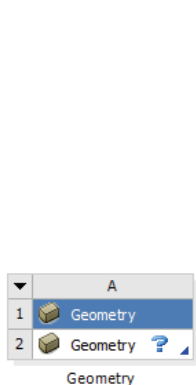
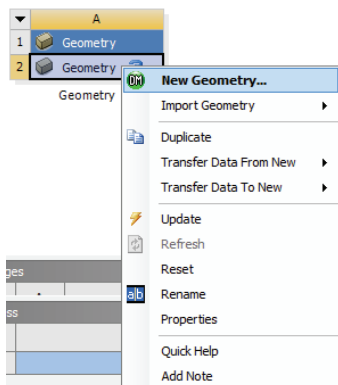
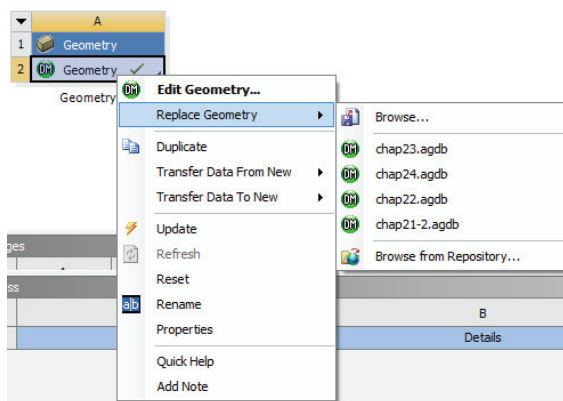

图 3-14 添加单独的 DM 系统
图 3-15 DM 快捷菜单
图 3-19 DM 快捷菜单 (导入 CAD 模型后)
通过双击系统工具箱中的 Geometry 可以向项目工程图中添加一个单独的 DM 系统，如图 3-14 所示。在第二行 Geometry 项上右击鼠标，可以打开一个快捷菜单，如图 3-15 所示。通过该快捷菜单，可以实现 DM 在项目工程图的一般操作。
在项目工程图中打开的快捷菜单如图 3-15 所示。下面简单介绍各个菜单项。
- **Edit Geometry in Design Modeler:** 该选项在图 3-15 中没有, 可以参考图 3-19 所示。使用该选项, 可以打开 DM 编辑导入的 CAD 模型。
- **Edit Geometry in Space Claim Direct Modeler:** 该选项在图 3-15 中没有, 可以参考图 3-19 所示。该选项可以打开一个 Space Claim 会话提供编辑功能。
- **Replace Geometry:** 该选项在图 3-15 中没有, 可以参考图 3-19 所示。该选项可以将现有的 CAD 模型替换为新的 CAD 模型。
- **Update From CAD:** 该选项在图 3-15 中没有，可以参考图 3-19 所示。该选项可强制将 Geometry 项的几何模型更新至 CAD 软件中得到的最新几何模型。